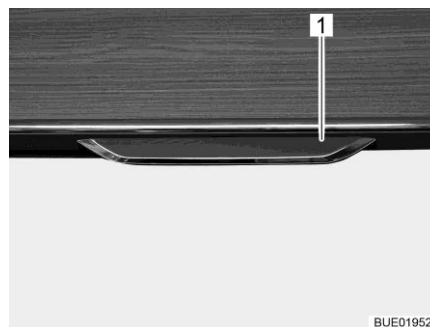
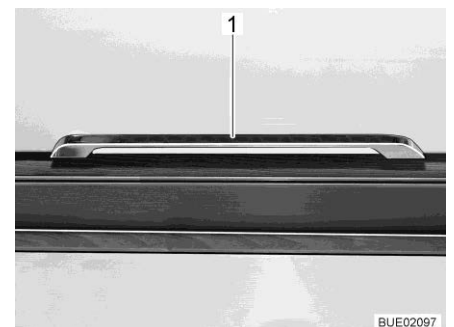

Fig. 68 Porte de placard avec poignée de déverrouillage
Fig. 69 Poignée de déverrouillage (Ixeo T)
- Tirer la poignée de déverrouillage (Fig. 68,1 et Fig. 69,1) vers l'extérieur ou le bas